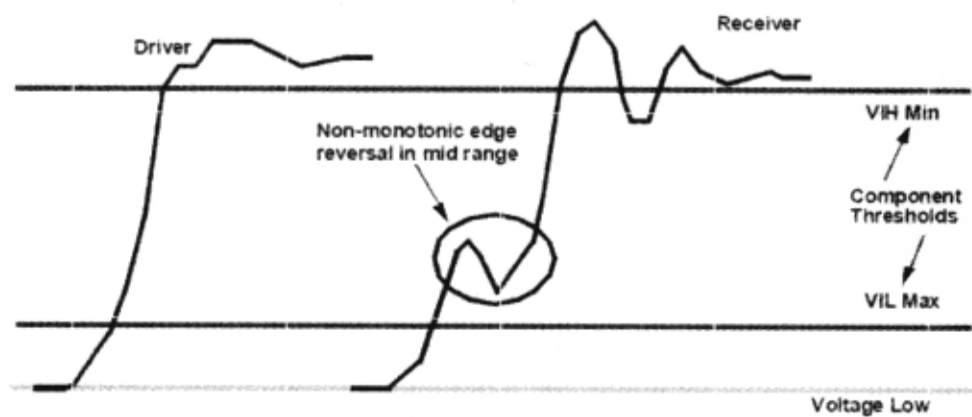

图 3-8-52 单调性测量
2) 单调性结果 单调信号是指在高、低门限间没有逆转。测量检查信号上升沿和下降沿在高门限和低门限间不改变方向转换。单调性测量如图 3-8-52 所示。